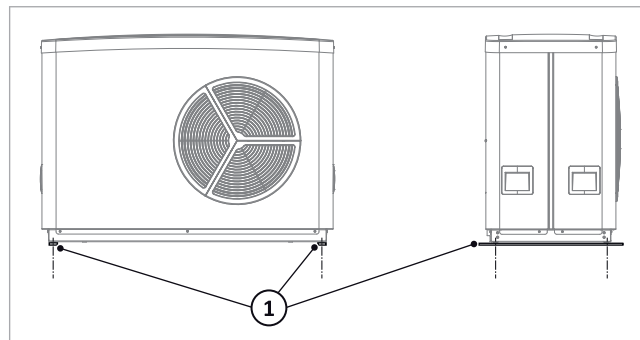

Fig. 11: Montaje de la ayuda de montaje del amortiguador WP Lea
1. Atornille la ayuda de montaje del amortiguador WP Lea a la SolvisLea/SolvisLea 8.3 Premium a la izquierda/derecha como se muestra en → Fig. 11 utilizando 2 tornillos M8 y arandelas.